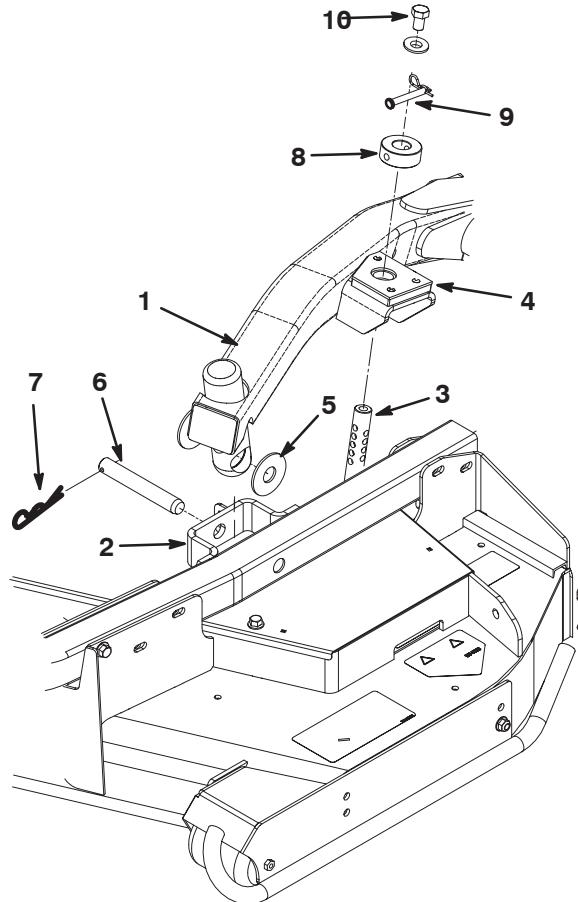

Figure 7
- Placez le levier de levage en position de flottement. Poussez un bras de levage vers le bas jusqu'à ce que ses trous soient alignés sur ceux du support du bras pivotant ; la tige de réglage de hauteur de coupe peut alors être introduite dans les patins du bras de levage (Fig. 7).
- Fixez le bras de levage au bras pivotant avec (2) rondelles de butée, un axe de chape et une goupille fendue. Interposez les rondelles de butée entre le bras de levage et le support de bras pivotant (Fig. 7). Insérez l'extrémité de la goupille fendue dans la fente de la patte du bras pivotant pour retenir la goupille fendue.
- Montez les bagues de hauteur de coupe sur les tiges de hauteur de coupe et fixez-les avec les axes de chape et les goupilles fendues (Fig. 7). Dirigez la tête de l'axe de chape vers l'avant du plateau si possible.
- Installez une vis de 1/2 x 3/4 pouce et une rondelle en haut de chaque tige de hauteur de coupe (Fig. 7).